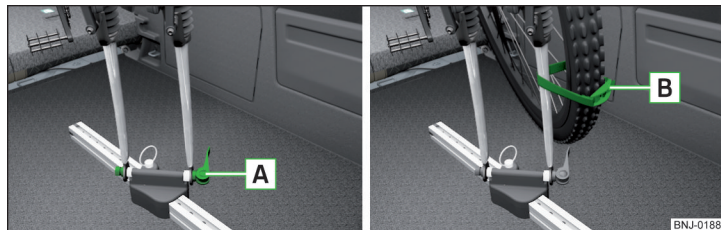

Fig. 121 Colocar la horquilla delantera de la bicicleta en el soporte / ejemplo de fijación de la rueda delantera
- Aflojar el tensor rápido [A] » fig. 121 en el soporte y ajustarlo según el ancho de la horquilla de la bicicleta.
- Fijar la rueda delantera con la correa [B] en la horquilla delantera » fig. 121 o en el cuadro.